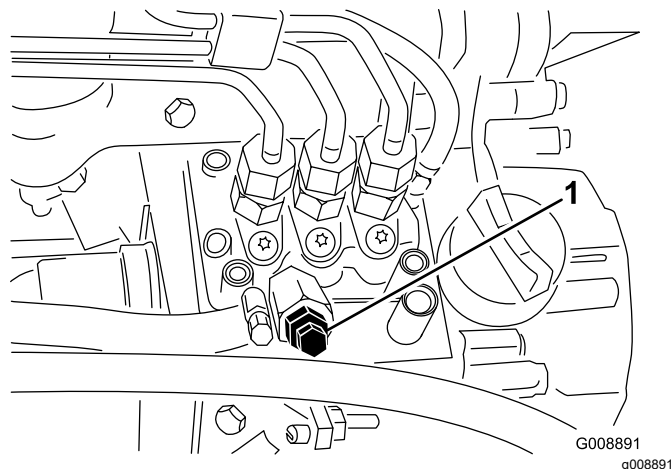

図 31
3. 燃料噴射ポンプについているエア抜きねじ 図 31をゆるめる。